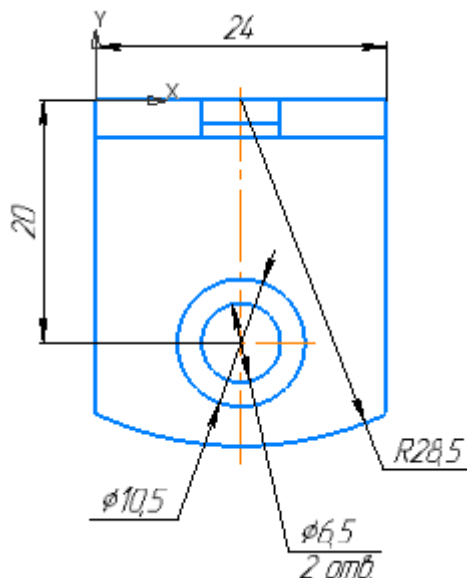

Рисунок 7
- Проставьте недостающие размеры на виде сверху.(рисунок 7)